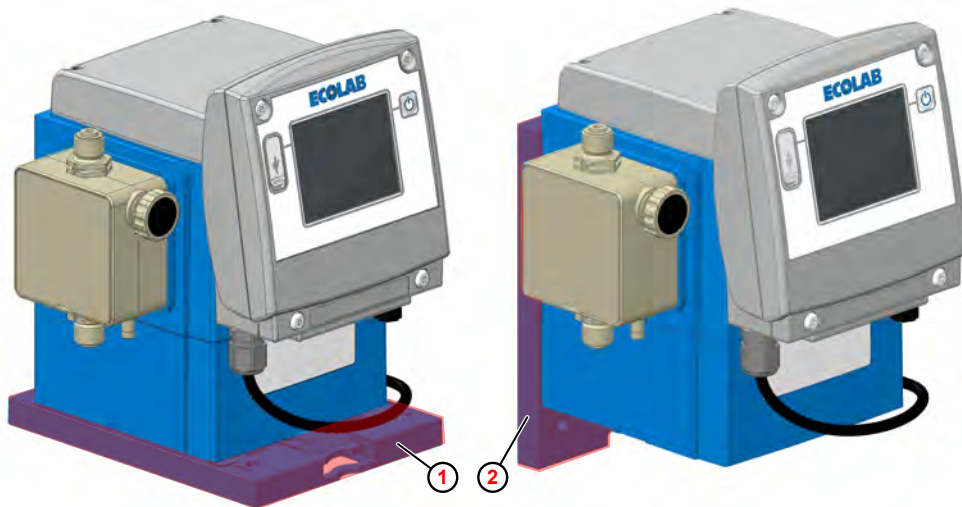

Abb. 13: Tischmontage und Wandmontage
① Tischmontage
② Wandmontage
Die Pumpe kann mit der Montageplatte sowohl stehend (z.B. auf einer Konsole oder auf dem Dosierbehälter (Abb. 13 , ①), als auch an einer Wand hängend ② montiert werden.